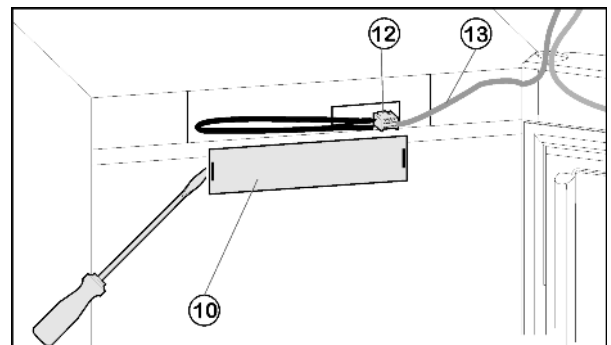

Fig. 4
- ▶ Togliere il pannello frontale Fig. 4 (10) con il cacciavite a intaglio.
- ▶ Estrarre il contatto e staccare il collegamento a spina Fig. 4 (12).
- ▶ Staccare il cavo grigio Fig. 4 (13) dalla guida.
- ▶ Ripristinare il collegamento a spina Fig. 4 (12).
- ▶ Applicare nuovamente sopra il coprifuga Fig. 4 (10).